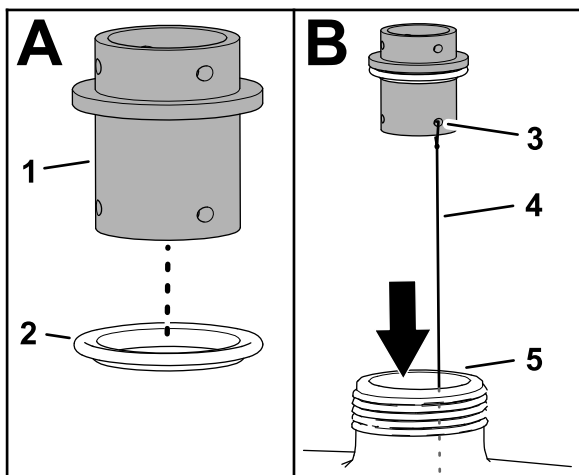
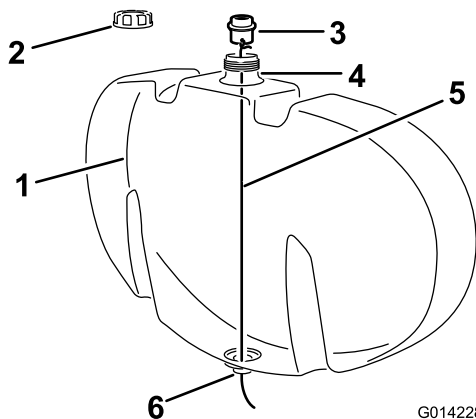

Figura 5
Figura 6
- A. Instale uma junta transparente na união do anteparo como se mostra na Figura 5.
- B. Instale um fio, com cerca de 122 cm de comprimento, através de um dos furos da forquilha de retenção na união do anteparo como se mostra na Figura 5.
- C. Se instalado, retire o tampão do depósito de lavagem (Figura 6).
- D. Baixe o fio através da abertura no furo de enchimento do depósito e encaminhe-o pela abertura na parte inferior do depósito (Figura 5 e Figura 6).